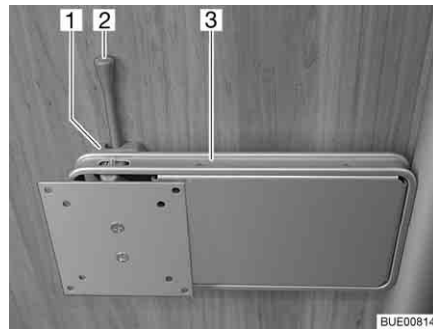

Fig. 59 Fijación en la columna
- Empujar la palanca de desbloqueo (Fig. 59,2) hacia el lado y girar el soporte (Fig. 59,3) junto con la pantalla plana a la posición deseada.
- Girar la pantalla plana hacia la posición inicial hasta que el soporte (Fig. 59,3) engatille en el bloqueo (Fig. 59,1).